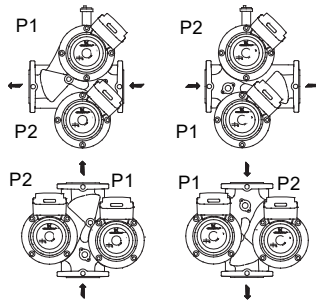

Abb. 5 Strömungsrichtungen für Doppelpumpen
- Abbildung 5: Reservebetrieb mit Pumpe 2 als Betriebspumpe und Pumpe 1 als Reservepumpe.